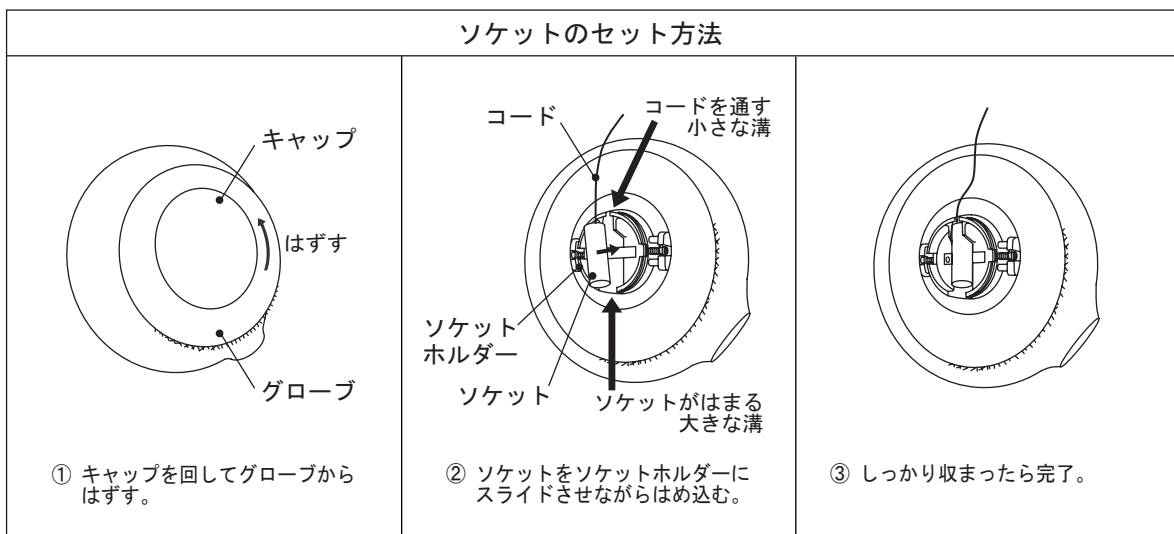

図7
① 銅線の先端にある2本のピンをソケットの穴に合わせ、真っ直ぐに奥までさし込んでください。(図7参照)